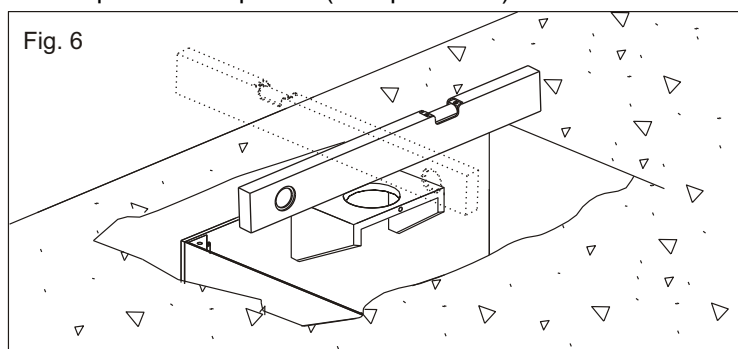
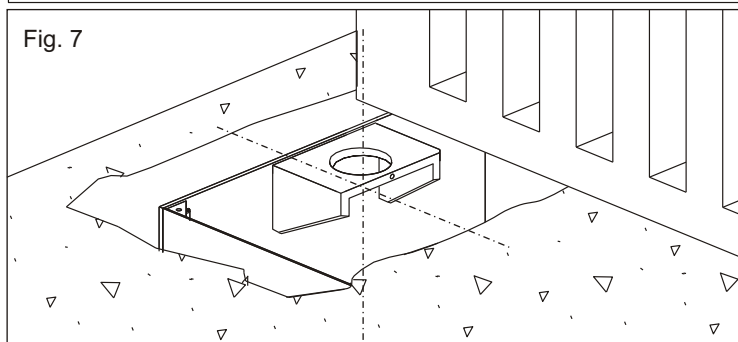

Fig. 6
Fig. 7
**2.3.** Antes de cementar la caja portante, utilizar un nivel para que sea perfectamente horizontal al suelo (Fig. 6) y perpendicular al eje de la cancela (Fig. 7)